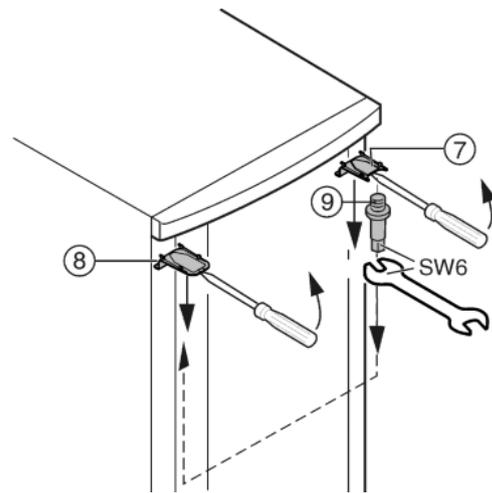

Fig. 6
- ▶ Верхнюю крышку Fig. 6 (7) и крышку Fig. 6 (8) с помощью отвертки выведите вперед из фиксатора и снимите, наклоня вниз.
- ▶ Выкрутите опорный палец Fig. 6 (9) и вкрутите на противоположной стороне (с моментом 4 Нм).
- ▶ Снова установите крышку Fig. 6 (7) на стороне опорного пальца: насадите сзади, защелкните спереди.
- ▶ Установите крышку Fig. 6 (8) на противоположной стороне: насадите сзади, защелкните спереди.
- ▶ Подвесьте верхнюю часть двери на опорный палец Fig. 6 (9).